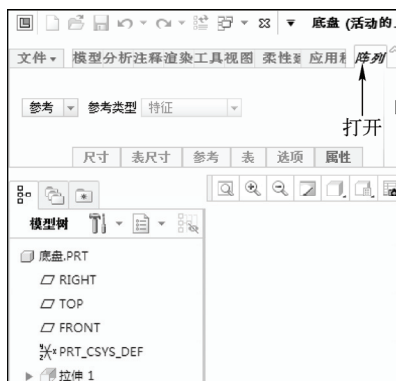

图 7-56 “阵列”选项卡
STEP 03 打开“阵列”选项卡, 接受默认的选项, 如图 7-56 所示。